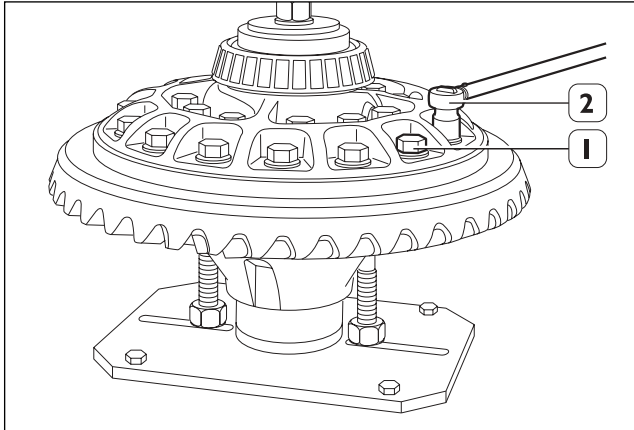

Fig. 29
9. Enroscar los tornillos (1) y apretarlos de la forma siguiente:
- **1° fase:** apretar mediante la llave dinamo­métrica (2) a un par de 100Nm (10kgm); (Fig. 29)